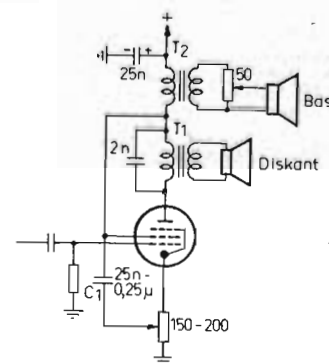

Fig. 1. Schema för enkel 2-kanalsförstärkare med ett rör. Som rör kan en ordinär slutstegspentod användas.
En intressant koppling i vilken man använder samma rör, en pentod, inom ett frekvensområde som triod och inom ett annat som pentod, visas i fig. 1. Röret går som pentod vid återgivning av diskantregistret och som triod vid återgivning av bas tonerna. Detta åstadkommes genom att ena utgångstransformatorn ( $T_2$ ) är kopplad till jord via en kondensator ( $C_1$ ) på 25 nF—0,25  $\mu$ F. Kondensatorn kortsluter höga tonfrekvenserna och avkopplar skärmgallret till jord, varför de höga tonerna återges enbart av transforma-
- 3) Då förstärkningsgraden är större för pentoder än för trioder avges större effekt över  $T_1$ . Man får därför ta ut lägre spänning från  $T_1$  genom att utnyttja en potentiometer så som antydes i fig. 1.